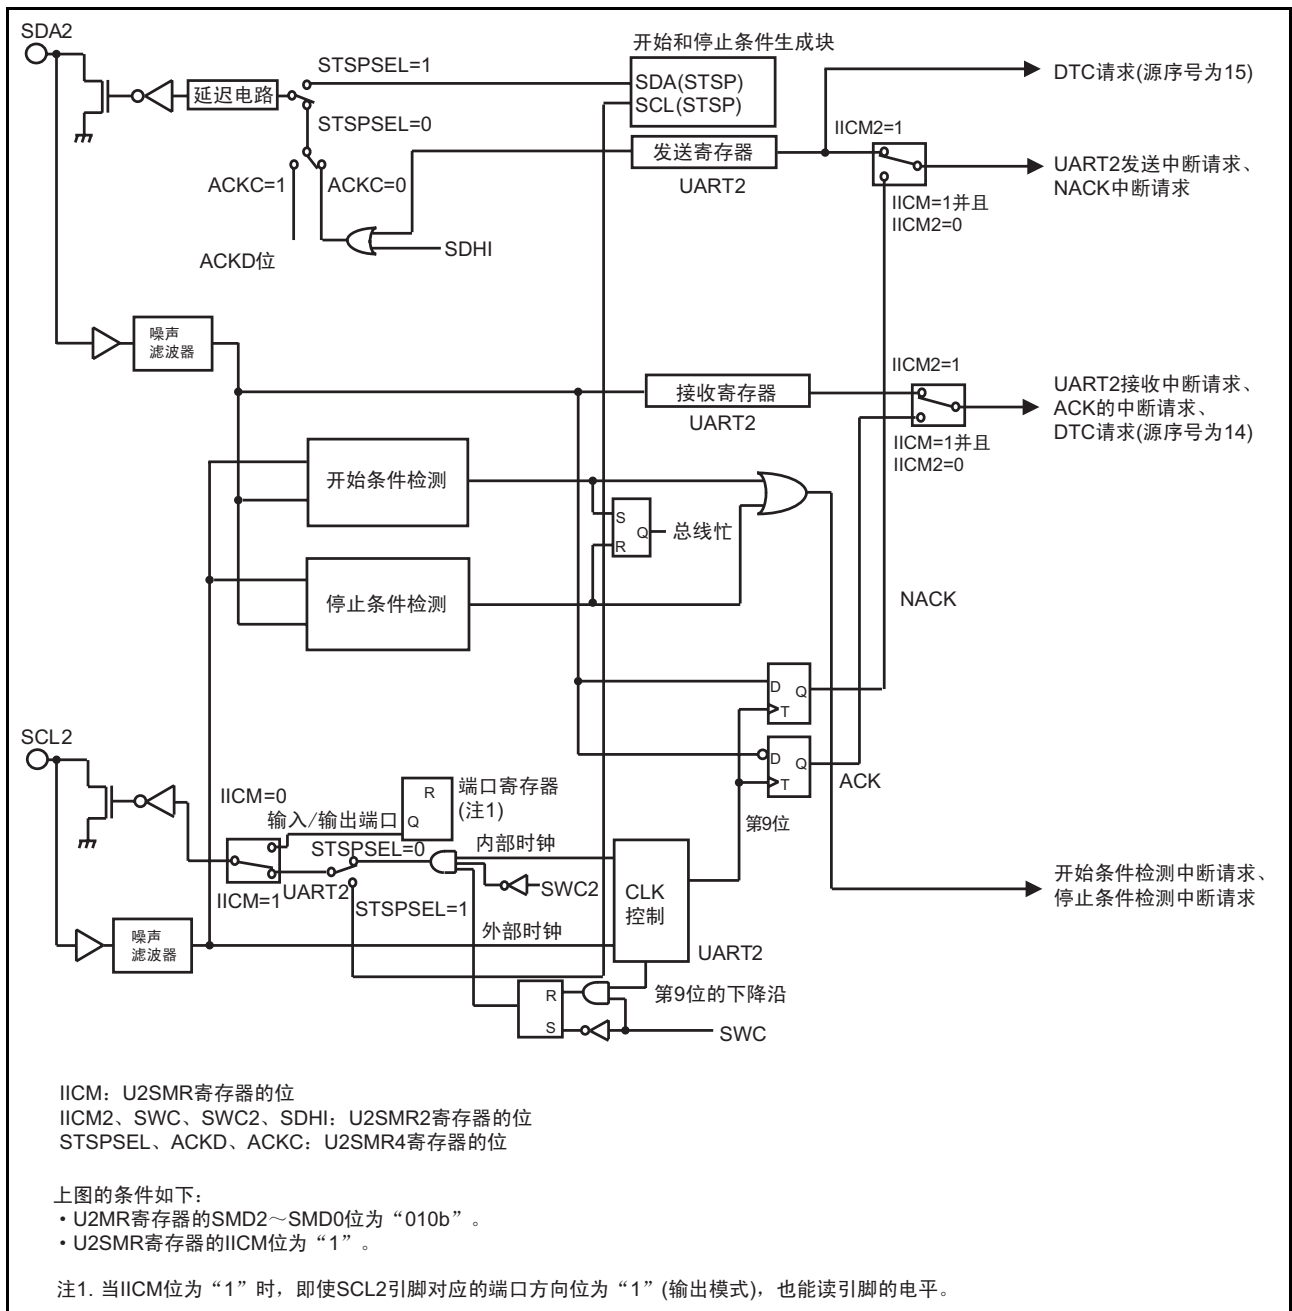
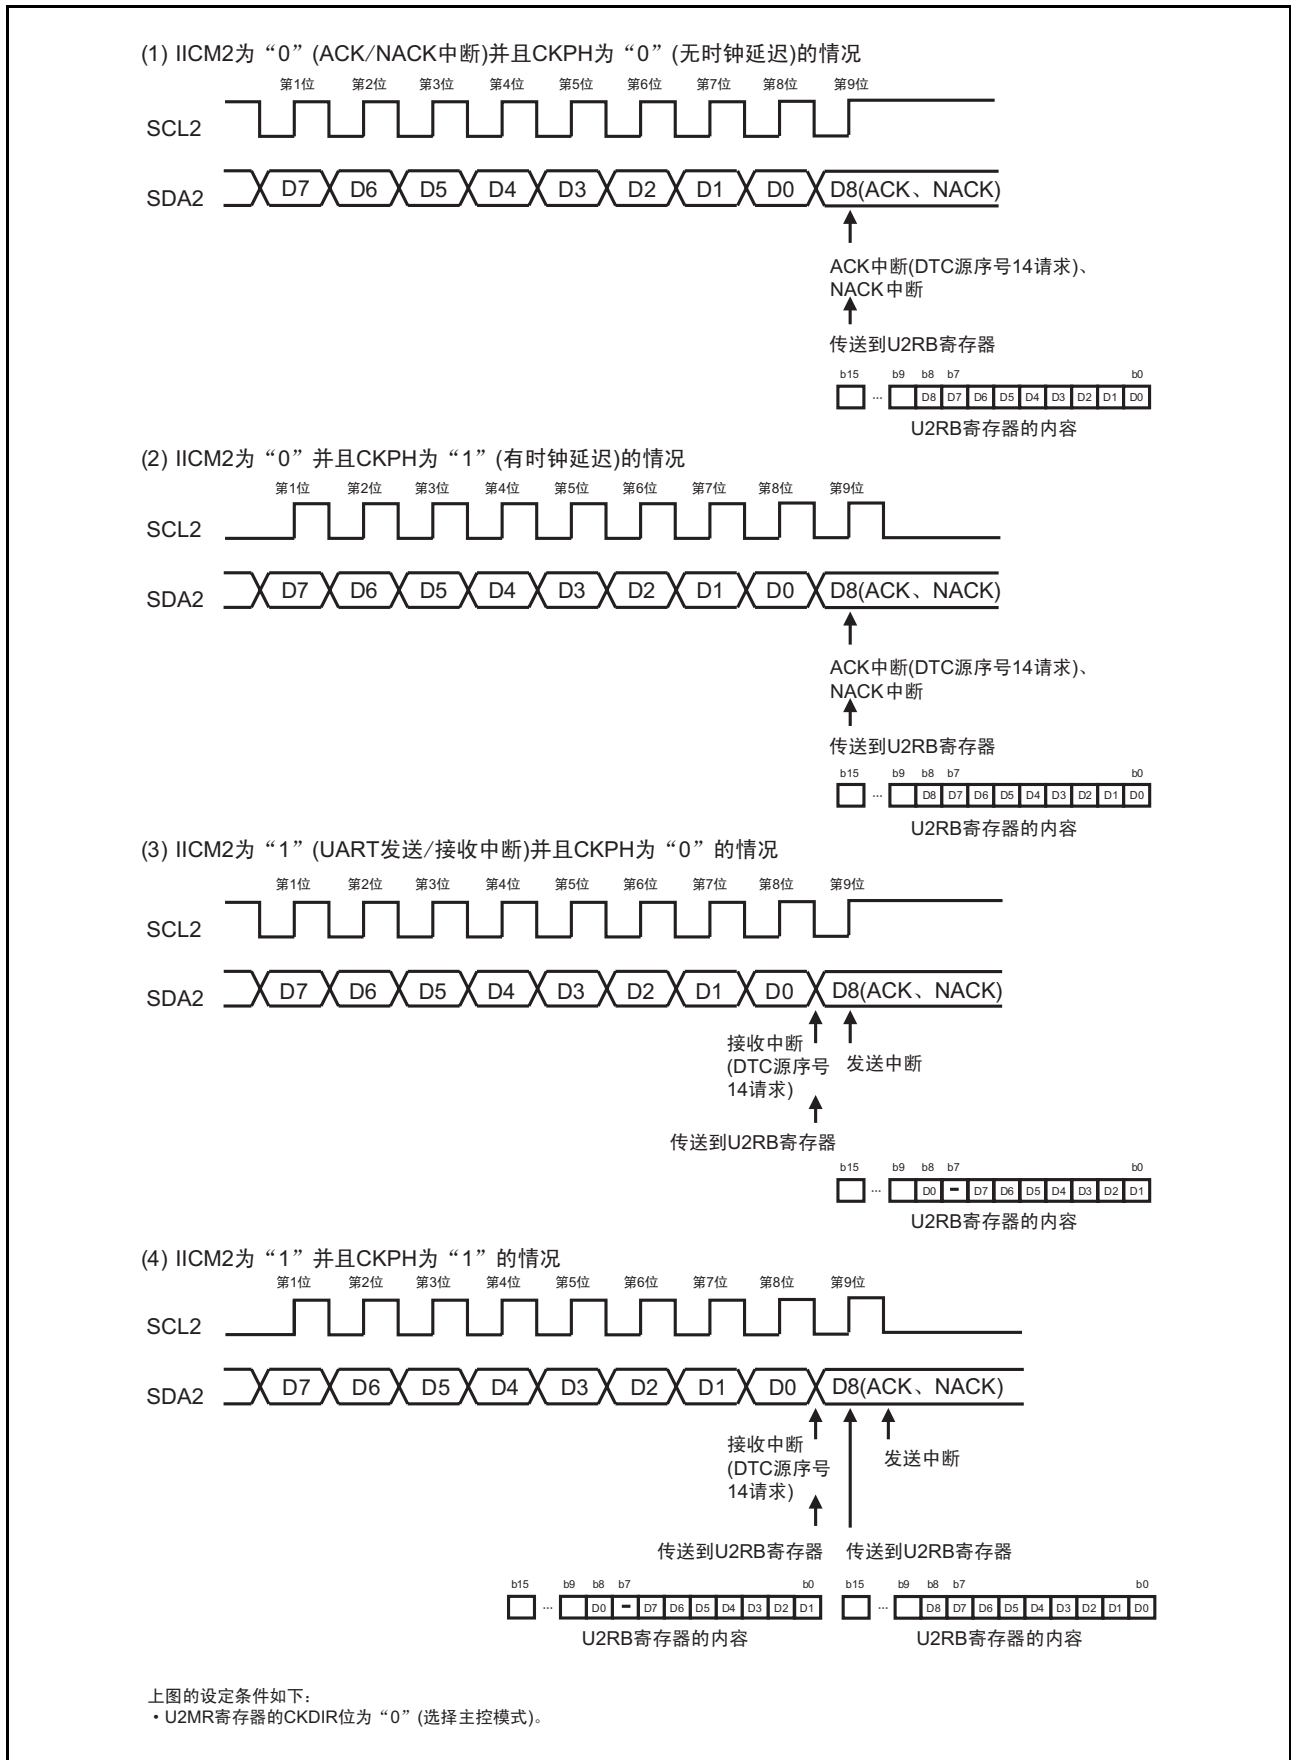

图 22.13 I²C 模式的框图
图 22.14 U2RB 寄存器的传送和中断时序
I²C 模式是对应简易型 I²C 接口的模式。I²C 模式的规格和 I²C 模式的各功能分别如表 22.9 和表 22.12 所示，I²C 模式中使用的寄存器及其设定值如表 22.10 ~ 表 22.11 所示，I²C 模式的框图如图 22.13 所示，U2RB 寄存器的传送和中断时序如图 22.14 所示。
- 注 6. 参照“图 22.14 U2RB 寄存器的传送和中断时序”。
通过如“图 22.14 U2RB 寄存器的传送和中断时序”所示的传送时钟进行发送和接收。